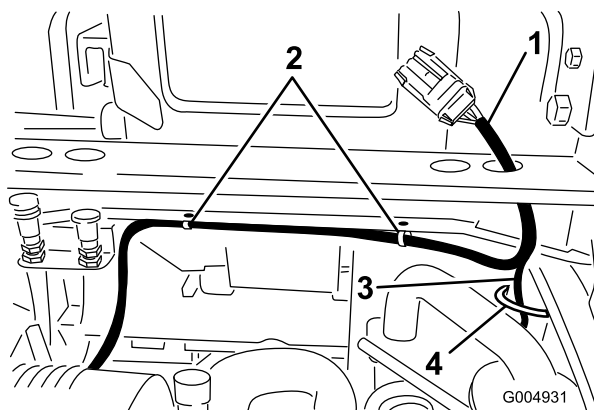

Figura 27
3. Desde el extremo del arnés de cables que tiene el conector grande, enrute el cable largo de la cabina (con dos conectores) hacia abajo por el poste del ROPS, por debajo del travesaño del panel trasero y hacia arriba por el orificio de la parte inferior del panel de control (Figura 27). Sujete el cable largo al poste inferior del ROPS con una brida.